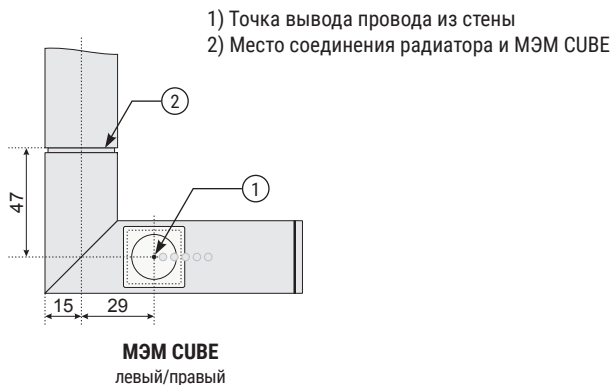

Рис.1
1.2. При подключении через скрытую проводку многофункционального электрического модуля (МЭМ) CUBE, необходимо заранее определить место для вывода электрического провода из стены. Для этого нужно воспользоваться ориентировочными размерами, предоставленными в данной инструкции (рис.1).